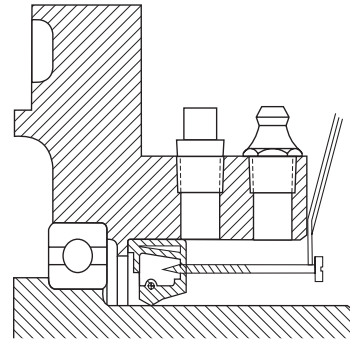

图 6
5. 用带子在离钻头约0.25"(6mm)处缠绕几圈，防止钻头进入机体太深而损坏轴承（仅对内密封件）。在钻头上涂油脂或进行磁化以帮助留住钻屑。在密封件壳体上距离180钻两个0.125"(3mm)直径的孔。注意控制钻头角度防止损坏的凸轮，如图6所示。
6. 旋入两个10号的薄片金属螺钉到密封件中，螺钉突出在密封件表面0.25"(6mm)。不要使螺钉钻透密封件0.25"(6mm)，否则会发生轴承损坏（仅对内密封件）。如图6所示，用一个爪型杠杆插在螺钉头下，取出密封件，清除所有钻屑。再用一块磁铁清除掉入孔径中的钻屑。冲洗机体以清除轴承上的钻屑，并从轴承座孔径中清除Permatex。